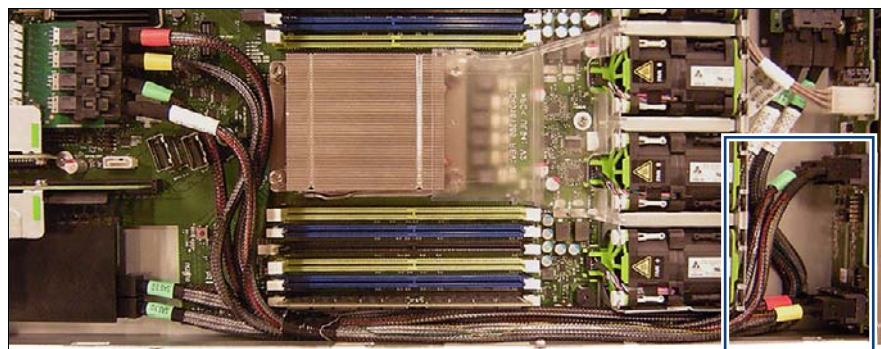

図 58: PCIe スイッチが装備される構成の例
- ▶ PCIe スイッチが装備される構成の場合は、4 本の SAS ケーブルを HDD バックプレーンに接続します (図 58 および 346 ページのケーブルを参照)。